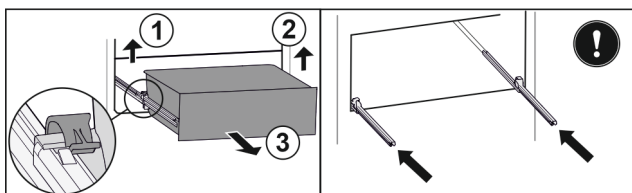

Fig. 177
- Sollevare il morsetto sinistro e allo stesso tempo tirare in avanti il cassetto sinistro. Fig. 177 (1)
- Sollevare il morsetto destro e allo stesso tempo tirare in avanti il cassetto destro. Fig. 177 (2)
- Rimuovere il cassetto tirandolo in avanti. Fig. 177 (3)